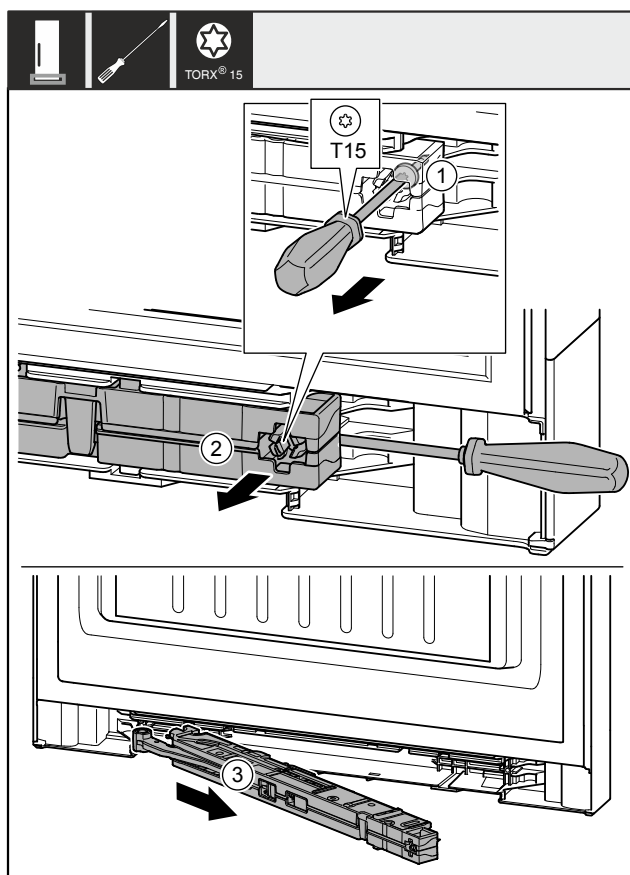

Fig. 12
- ▶ 用螺丝刀将关门阻尼单元上的螺钉 Fig. 12 (1) 松开约 14 mm。
- ▶ 用螺丝刀在手柄侧向前推动关门阻尼单元 Fig. 12 (2)。
- ▶ 拉出关门阻尼单元 Fig. 12 (3)。